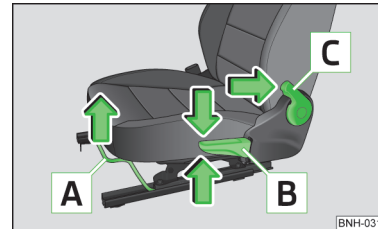

Abb. 48
Bedienelemente am Sitz » Abb. 48
- Den Hebel **A** » Abb. 48 (in der Mitte) in Pfeilrichtung ziehen und den Sitz in die gewünschte Richtung schieben.
- Den Hebel **B** » Abb. 48 in Richtung eines der Pfeile wiederholt ziehen bzw. drücken.
- Den Hebel **C** » Abb. 48 in Pfeilrichtung ziehen und mit dem Rücken die gewünschte Neigung der Sitzlehne einstellen.